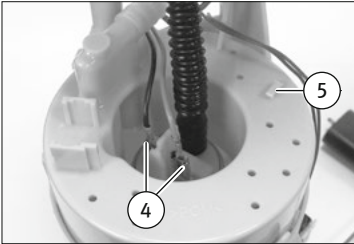
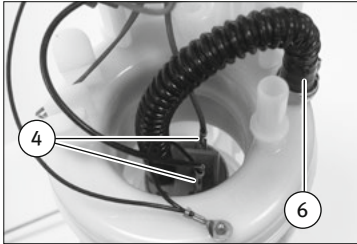

Abb. 2/Fig. 2/Puc. 2/图2
Abb. 3/Fig. 3/Puc. 3/图3
- 拔下燃油泵上电气接头 (4) (图 2 和图 3)。
- 如需要，可以从导轨 (5) 中松开诸如油箱传感器的电线。
- 小心切开从燃油泵压力侧引出的燃油管路 (1)。根据不同的规格，这可以在法兰盖 (7) 的软管管接头或备用油箱 (6) 的软管管接头上进行。不要损坏软管管接头。
- 松开止动装置 (2) 并将备用油箱 (3) 的上半部分和下半部分互相脱离。
- 妥善保管密封环 (8)。
- 燃油泵位于备用油箱下半部分内由两部分组成的支架 (9) 内。将支架从下半部分拔出。
- 将粗滤清器 (12) 从燃油泵拔出。
- 松开止动装置 (11) 并将燃油泵向下从支架 (9) 中拔出。